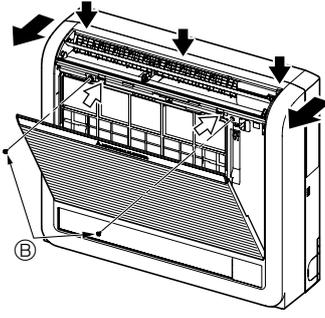

Fig. 3-3
- 1) Oklarla ⇨ gösterilen 2 konuma bastırın ve ön ızgarayı açın. (Fig. 3-3)